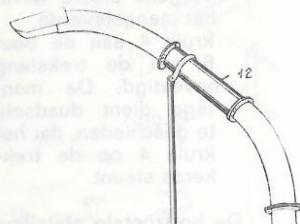

Abb. 14
Bei einem nebenherfahrenden Häckselwagen ist die Anbringung einer Rohrverlängerung 12 notwendig. Abb. 14.
Where are cart travels alongside, it will be necessary to attach an extension pipe (12). See Fig. 14.
Lorsque la remorque de fourrage se déplace à côté du hacheur, la prévision d'une rallonge de goulotte 12 s'avère nécessaire. Fig. 14.
Con un carro della trincatrice disposto di fianco è necessario prolungare il tubo con il pezzo 12 (fig. 14).
Indien de hakselwagen naast de trekker meerijdt, heeft u een verlengstuk 12 op het zwenkstuk nodig. Afb. 14.